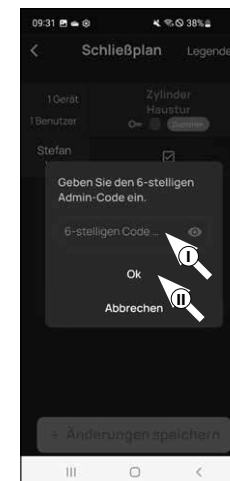

Fig. 5
- 6 Se le pedirá una verificación a través del código de administrador. Introduzca dicho código y confírmelo pulsando «OK» (Fig. 5).